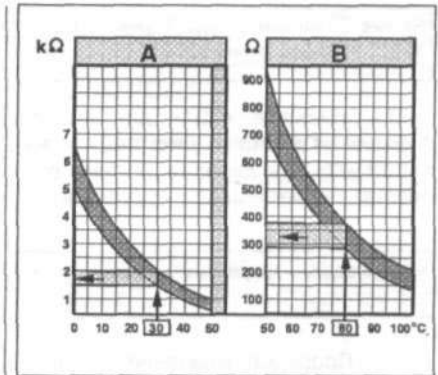

Рис. 3.36. Диаграмма для определения сопротивления датчика температуры охлаждающей жидкости в зависимости от температуры.
3. Заданное значение показано на рис. 3.36. Площадь А показывает сопротивление в температурном диапазоне 0–50 °С, площадь В – сопротивление в температурном диапазоне 50–100 °С. Например, температура 30 °С соответствует сопротивлению 1500–2000 Ом; температура 80 °С соответствует сопротивлению 275–375 Ом.